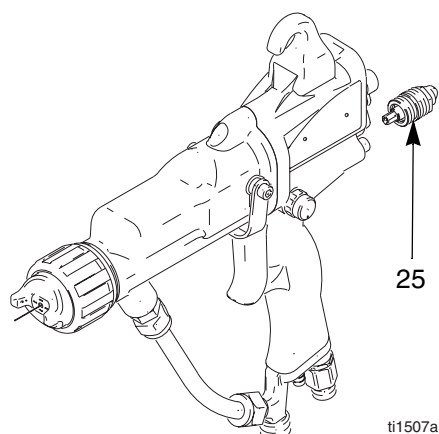

Fig. 20 Vanne de réglage du produit
2. Démonter la vanne de réglage produit (25). Elle ne peut être remplacée qu'en tant qu'ensemble complet. Voir la Fig. 20.
3. Visser la vanne (25) sur la poignée du pistolet. Serrer à 1,7-2,8 N.m.